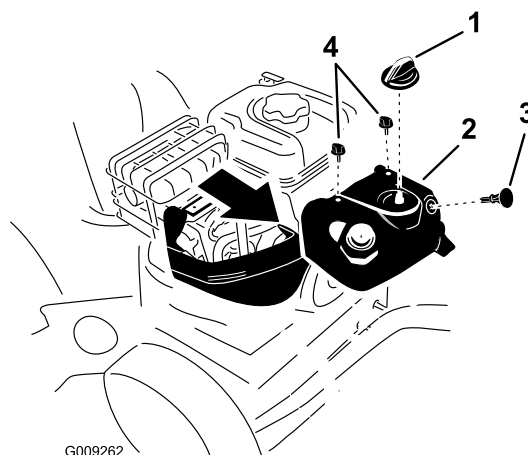

Figure 44
Remarque: Vous devez retirer le capot anti-neige supérieur pour accéder à la bougie d'allumage (Figure 44).
1. Enlevez la commande de starter et la clé de contact (Figure 44).
2. Enlevez les 2 vis qui fixent le capot anti-neige à la machine (Figure 44).